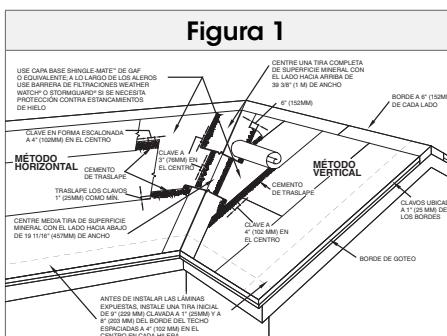

Figura 1
Capa base: Cuando instale la capa base, utilice la Protección para cubierta de techo Shingle-Mate® o equivalente, aplicada horizontalmente en la pendiente del techo con un traslape superior mínimo de 2" (51 mm) y un traslape lateral de 4" (102 mm). En las zonas donde las filtraciones pueden deberse a la acumulación de agua detrás de los diques de hielo, utilice WeatherWatch® o la Barrera contra goteras StormGuard® en los aleros (consulte la figura 1).
Valles: Instale las láminas de los valles antes de instalar las láminas de campo. Cubra el valle con dos capas de techo en rollo de Mineral Guard. Corte la primera capa de $19\frac{1}{16}$ " (500 mm) de ancho e instale con la cara granulada hacia abajo. Para una segunda capa, use una lámina completa de $39\frac{3}{8}$ " (1 m) e instale con la cara granulada hacia arriba. Comenzando en el alero, deposite la capa de $19\frac{1}{16}$ " (500 mm) de ancho con la cara granulada hacia abajo y clave cada 3" (76 mm) a lo largo de los bordes externos. Los extremos de las láminas adicionales deben ser empalmados, no traslapados. Revista la capa de $19\frac{1}{16}$ " (500 mm) de ancho con cemento de traslape. Aplique la capa de $39\frac{3}{8}$ " (1 m) de ancho con la cara granulada hacia arriba sobre el cemento de traslape. Los extremos de las láminas adicionales deben traslapar 6" (152 mm) y se les debe cementar con cemento de traslape. Clave únicamente a lo largo de los bordes externos cada 3" (76 mm) y traslape las láminas de campo un mínimo de 6" (152 mm) fijadas en cemento de traslape (Ver Figura 1).
El Techo en Rollo Mineral Guard se puede instalar siguiendo o bien el Método Horizontal (paralelo a los aleros) o el Método Vertical (paralelo a los bordes de inclinación) (Ver Figura 1).
- Primera Hilada:** Cubra las hiladas iniciales con una capa uniforme de cemento de traslape aplicado a razón de 2 galones por cada 100 pies cuadrados (0.81 l/m²). Coloque una lámina de ancho completo de techo en rollo sobre la hilada inicial, alineando la lámina en los bordes de alero e inclinación. Presione para colocar trabajando de un lado de la lámina al otro para evitar arrugas o burbujas. Clave el borde superior de la lámina con clavos, como se muestra en la Figura 1, espaciados a 4" (102 mm) en el centro y escalonados de modo tal que la lámina siguiente los traslape un mínimo de 1" (25 mm).